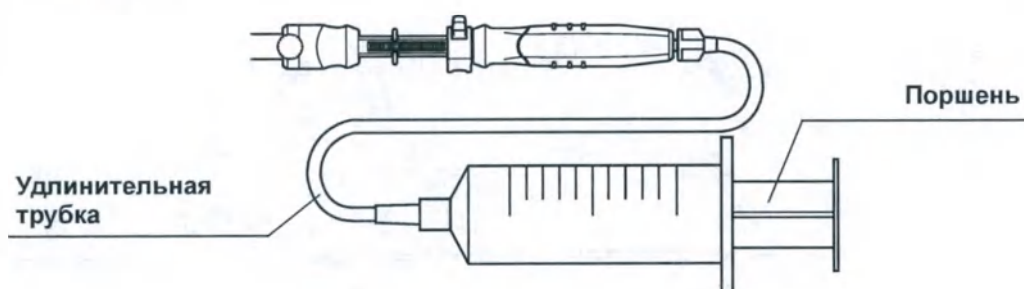

Рисунок 12
- 1 Нажмите на поршень шприца, после чего присоедините шприц к аспирационному порту при помощи удлинительной трубки. (См. рис. 12)